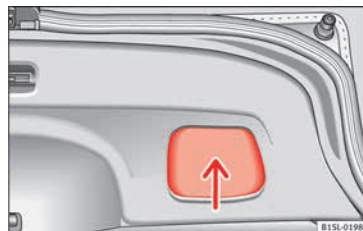

Abb. 6 Offene Heckklappe: Griffmulde zum Zuziehen
- In die Griffmulde in der Innenverkleidung der Heckklappe fassen » **Abb. 6** (Pfeil).